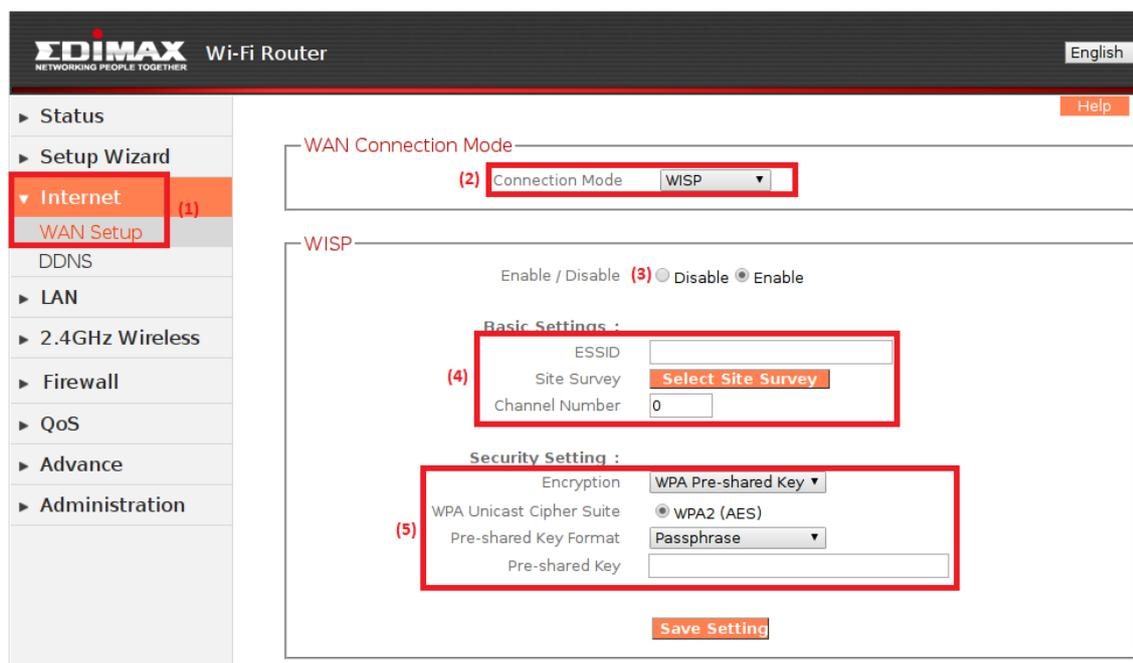

Abbildung 12 WSIP-Einstellung EDIMAX-Router
Soll eine Internetverbindung über ein bestehendes WLAN-Netzwerk einrichtet werden, muss im Browser zuerst wieder die Weboberfläche des EDIMAX-Routers aufgerufen werden. Dazu wird in einem Browser die IP-Adresse 192.168.3.1. aufgerufen. Anschließend wird der Reiter Internet/WAN Setup (1) aufgerufen (siehe Abbildung 12). Unter dem Modus Connection Mode (2) wird nun WSIP ausgewählt. Danach muss WSIP noch aktiviert werden, indem der